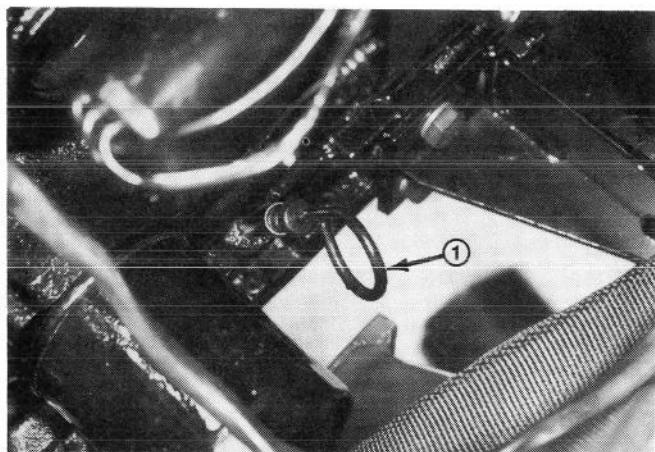
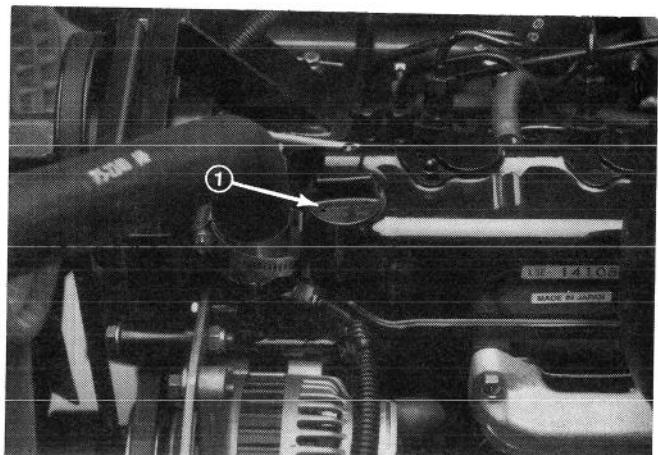

Abbildung 7
Abbildung 8
2. Den Ölmeßstab (Abb. 7) entfernen und mit einem sauberen Lappen abwischen, dann den Ölmeßstab wieder voll in den Ölmeßstutzen einführen. Jetzt den Meßstab wieder herausziehen und den Ölstand prüfen. Bei niedrigem Ölstand die Füllstutzenkappe (Abb. 8) entfernen und SAE 10W-30 CD Öl nachfüllen, bis der Ölstand die FULL (Voll) Markierung erreicht. **NICHT ÜBERFÜLLEN.** Siehe Öletechnische Tabelle auf Seite GR-21.